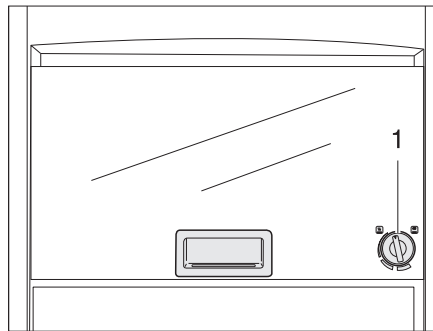

Bild 236 Gasbackofen (Dometic)
- Den Drehregler (Bild 236,1) leicht drücken und nach links auf eine beliebige Position drehen.
- Den Drehregler (Bild 236,1) auf "O" drehen. Die Flamme erlischt.